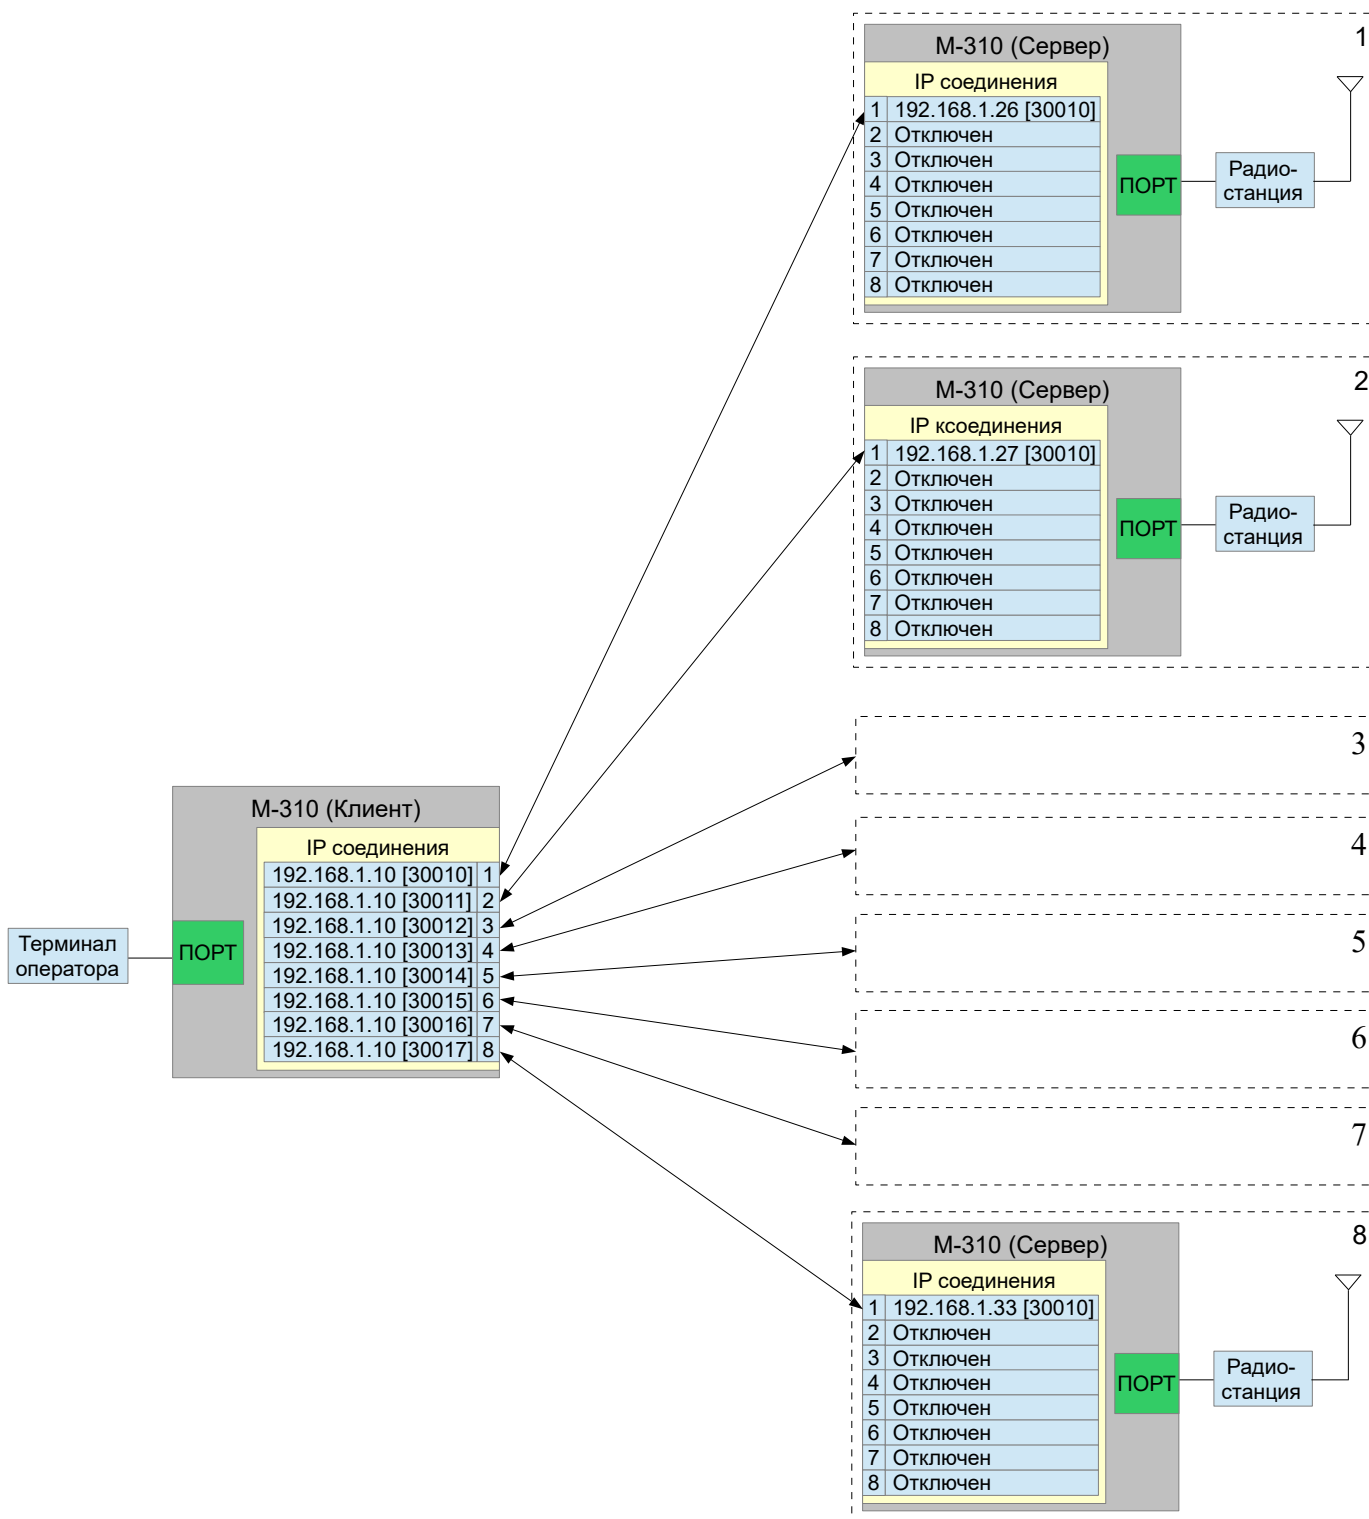
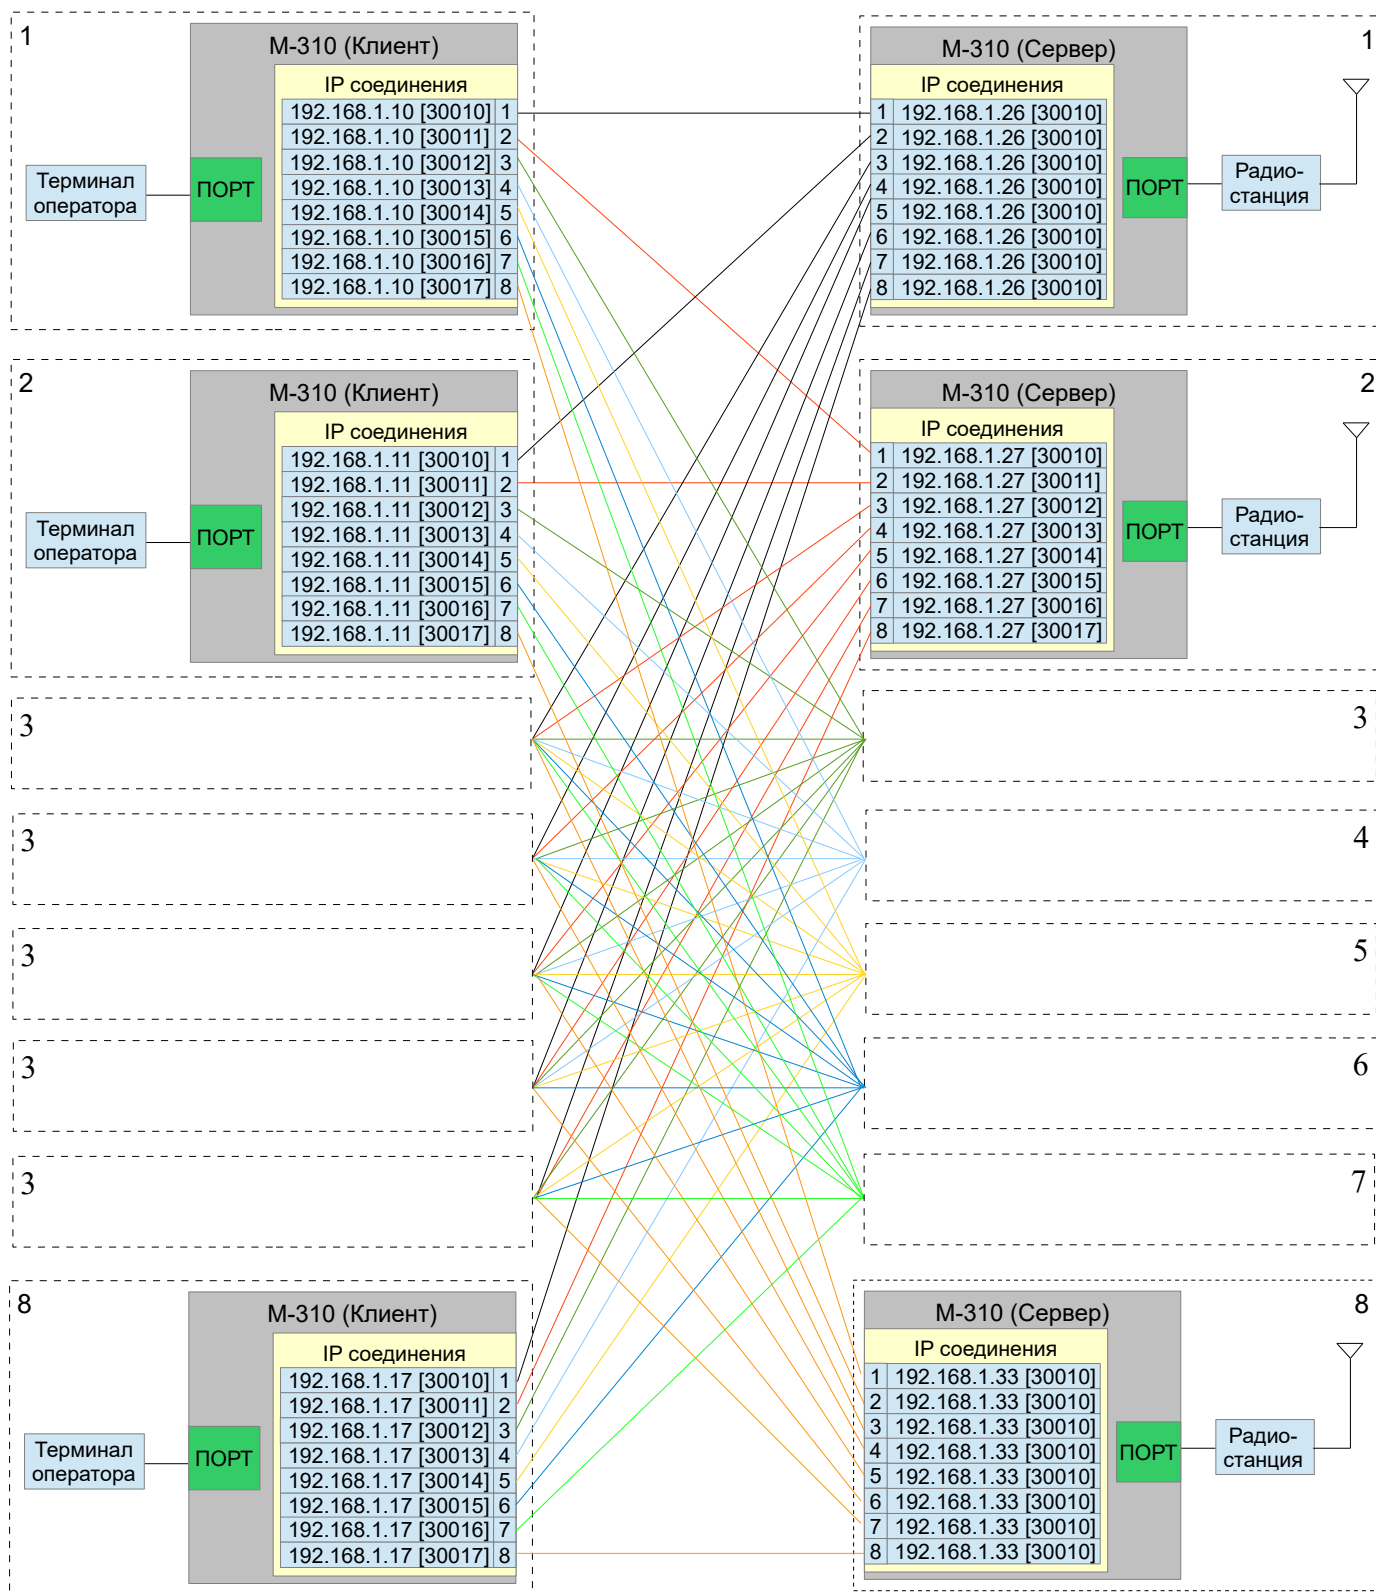

Рис. 3.6.4 Схема IP соединений для управления группой радиостанций.
Рис. 3.6.5 Схема IP соединений для работы группы операторов с группой радиостанций.
Контроллеры М-310 поддерживают одновременную работу по 8-ми IP соединениям, что позволяет оператору организовать как выборочное так и параллельное управление до восьми удалённых радиостанций. Разделение IP соединений контроллера может выполняться как по номеру порта TCP/UDP протокола так и по IP адресу присваиваемого IP соединению. На рис. 3.6.4 приведена схема IP соединений для управления одним оператором группой из 8-ми радиостанций. На рис. 3.6.5 приведена схема IP соединений для параллельной работы группы из 8-ми операторов с группой из 8-ми удалённых радиостанций.
- Динамически, в этом случае все IP соединения имеют идентичные значения IP адреса и номера портов ( рис. 3.6.5, контроллер М-310 (Сервер) №1) . При данных параметрах подключение контроллеров М-310 (Клиент) выполняется на первое свободное IP соединение.
- Статически, в этом случае каждое IP соединение имеет индивидуальные значения IP адреса и/или номер порта (см рис. 3.6.5 контроллера М-310 (Сервер) №2).